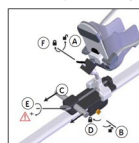
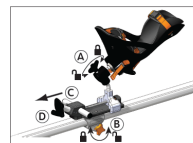

図 S11-1
図 S11-2
- 11S 初期張力を設定するために、ヒップディストラクターのボールジョイントを解除して、足を自由にさせる（図 S11-1-A、図 S11-2-A）。
- 12S ヒップディストラクターのスライディングキャリッジノブを解除する（図 S11-1-B、図 S11-2-B）。
- 13S ヒップディストラクターのスライディングキャリッジハンドルをしっかりと引き戻す（図 S11-1-C、図 S11-2-C）。
- 14S 張力を維持している間、ヒップディストラクターのスライディングキャリッジノブをしっかりとロックする（図 S11-1-D、図 S11-2-B）。
- 15S ヒップディストラクターの微調節クランクを用いて、必要なレベルまで張力を加える（図 S11-1-E、図 S11-2-D）。
- 16S ヒップディストラクターのボールジョイントを固定する（図 S11-1-F、図 S11-2-A）。